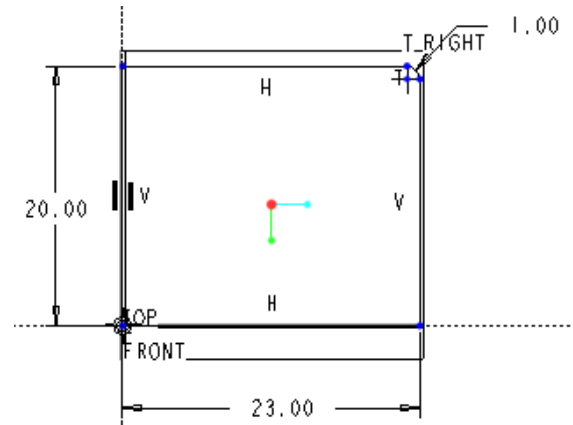

図 6-66 インナーガイド支持部の形状定義
- ・図 6-66 に示すように垂直方向に中心線を定義し、次に「直線ツール」を使用して右半分の垂直線と水平線を図示のようにスケッチする。